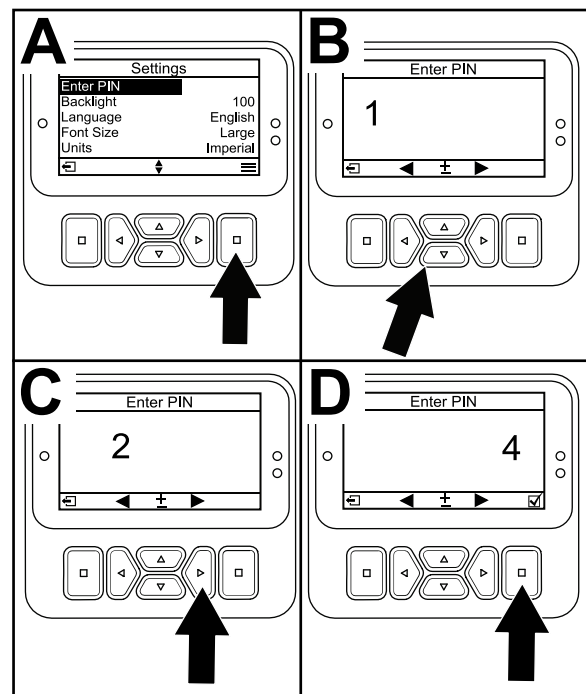

Bild 34
3. Drücken Sie für die Eingabe des PIN-Codes die auf/ab Navigationstasten Bild 34, bis die erste korrekte Ziffer angezeigt wird; drücken Sie dann die rechte Navigationstaste Bild 34, um auf die nächste Ziffer (B und C) zu gehen. Wiederholen Sie diesen Schritt, bis Sie die letzte Ziffer eingegeben haben.